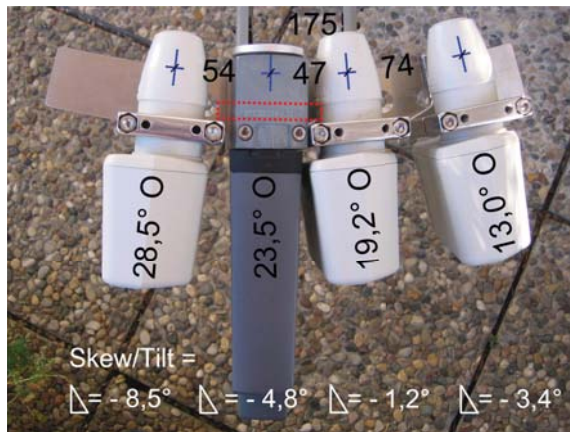

Bild 2: Draufsicht LNB, Maße für 48,7N / 9,13E
Der kleinstmögliche Feedabstand mit UAS-LNB beträgt 44 mm, dies entspricht an der CAS 90 ca. 4° Orbitabstand. Mit relativ schlanken Umbaufeedhaltern von 60 mm Breite liegt der Grenzbereich mit Raketenfeed-LNB bei 5°, geringere Abstände erfordern bereits modifizierte Umbaufeedhalter mit Tiefenstaffelung oder die heute nur noch selten angebotenen LNB mit 23 mm-Feedhorn. (Siehe Bild 2).
2. Äußere LNB gemäß Maßangaben von Bild 2 vormontieren und den stärkeren Satelliten evtl. weiter vom Zentralfokus anordnen. Bei der abgebildeten Anordnung wurde HotBird um 20 mm weiter als der schwächere ASTRA 2 von der Mittenposition abgesetzt.